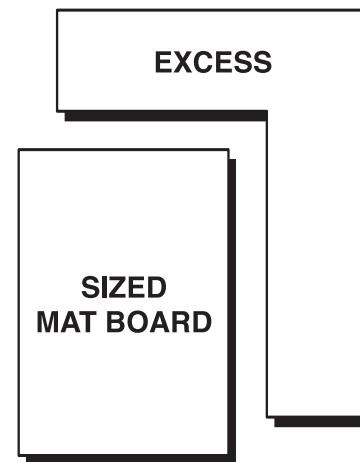

Fig.6
**Étape 5** – À l’aide du couteau à passe-partout Logan et du couteau droit à passe-partout Logan 701, coupez le passe-partout le long des lignes tracées à l’étape 4. (Fig. 6)
**Schritt 5** - Schneiden Sie mit dem Logan Mat Cutter und Logan 701 Straight Cutter den Passepartoutkarton auf den in Schritt 4 aufzeichneten Linien. (Abb. 6)
**Procedura 5** – con la taglierina per passepartout Logan e la taglierina per tagli diritti Logan 701, tagliare il cartoncino in corrispondenza delle righe tracciate nella procedura 4 (Fig. 6).
**Paso 5:** con el cortador de placas Logan y el cortador recto Logan 701, corte el panel por las líneas dibujadas en el paso 4. (Fig. 6)